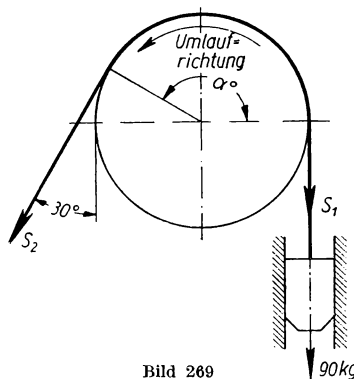

Bild 269
**411.** Der 90 kg schwere Bär eines Riemen-Fallhammers hängt an einem Lederriemen, der eine dauernd umlaufende Scheibe nach Bild 269 umschlingt. Mit welcher Kraft muß ein Arbeiter an dem unter  $30^\circ$  gegen die Lotrechte geneigten freien Riemenende ziehen, damit der Bär gleichförmig gehoben wird? Die Reibungszahl für Leder auf Eisen ist 0,28.